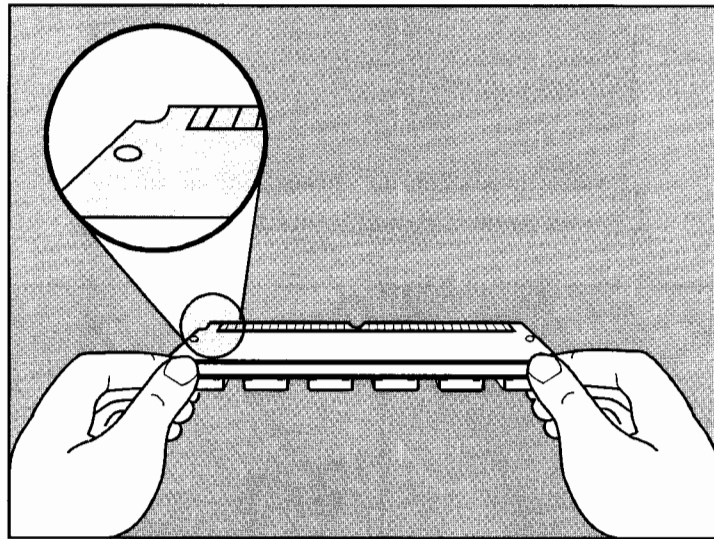

Abb. 1-6: Stellung der Erweiterungskarte bei der Installation
11. Entnehmen Sie die Erweiterungskarte. Halten Sie die Karte dabei zwischen Zeigefinger und Daumen an den Kanten bei den Löchern, wie in Abb. 1-6 gezeigt. Drehen Sie die SIMM-Erweiterungskarte für PostScript bis sich die Einkerbung *links* befindet, die Kontaktleiste auf die Speichersteckplätze und die Speicher-Chips nach unten zeigen.